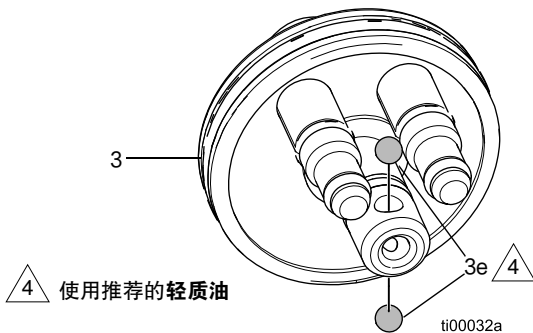

图 35: 活塞滚珠轴承位置
1. 确保滚珠轴承 (3e) 已固定到位。参见图 35。
3. 将活塞 (3) 推入喷枪机身。
4. 润滑弹簧导杆 (9)，并将其安装到活塞 (3) 内。
5. 安装流体弹簧 (11)。
6. 安装空气弹簧 (16)。
7. 将活塞帽 (5) 牢牢拧到喷枪上。